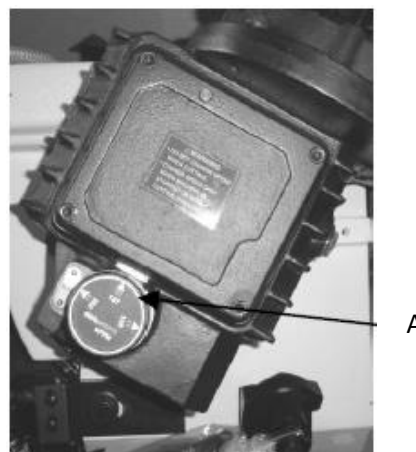

Рис. 7
Поверните рукоятку переключения скорости (А, рис.7) в необходимое положение.
Открутите болт (С, Рис. 7) со скобы блокировки пильной рамы (D).